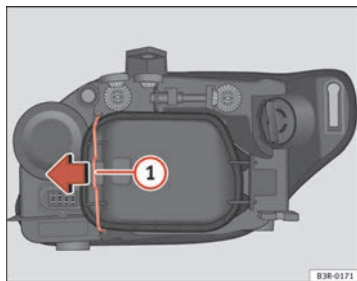

Fig. 210 Anabbaglianti
Anche se non necessario, estrarre prima la copertura ⇒ pag. 281, fig. 210, rende più facile la sostituzione. ■
- Far scorrere il tirante ⇒ fig. 210 ① nel senso della freccia e sfilare la copertura separando prima il lato del tirante ed estraendo dopo le due linguette dell'estremità opposta.